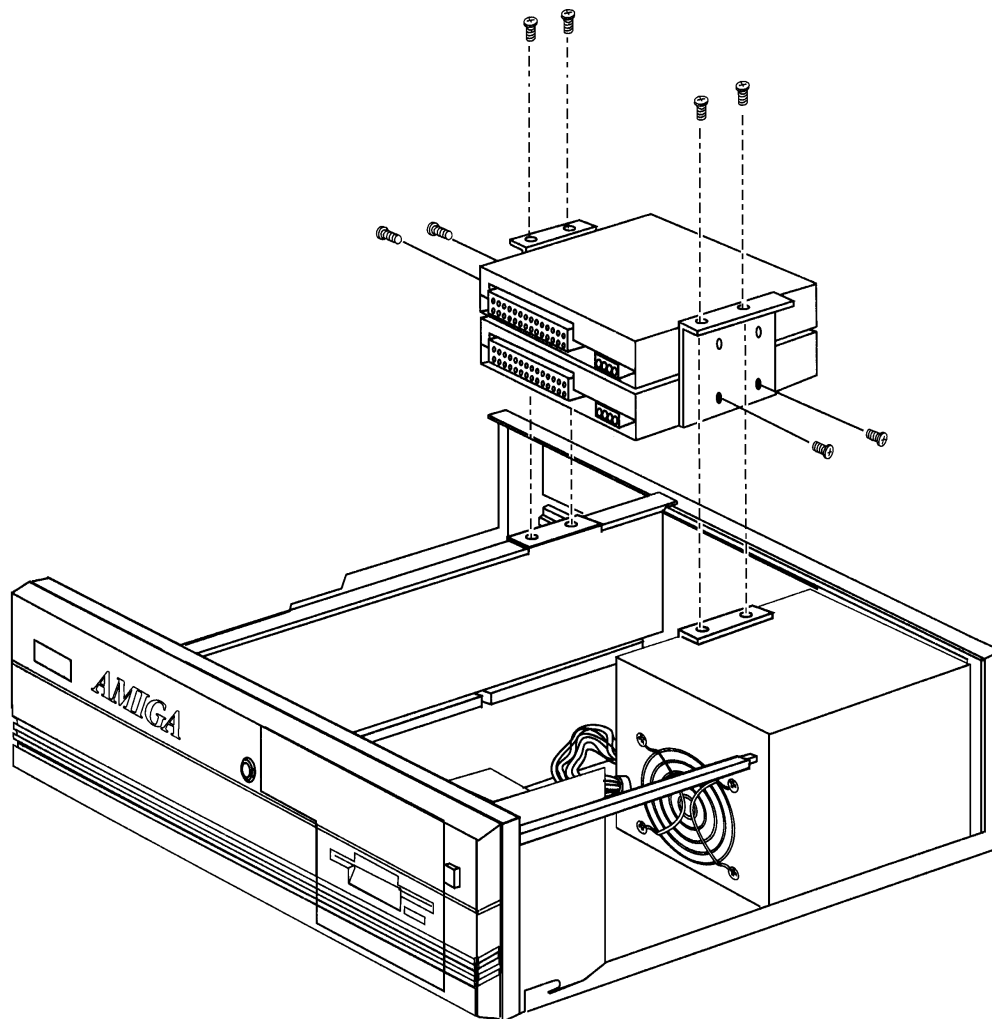

Abbildung 6-4. Entfernen der Halterung des hinteren Laufwerksschachts
4. Lösen Sie die vier Schrauben der Halteklammer und heben Sie die Laufwerke aus der Haupteinheit heraus (siehe Abbildung 6-4).